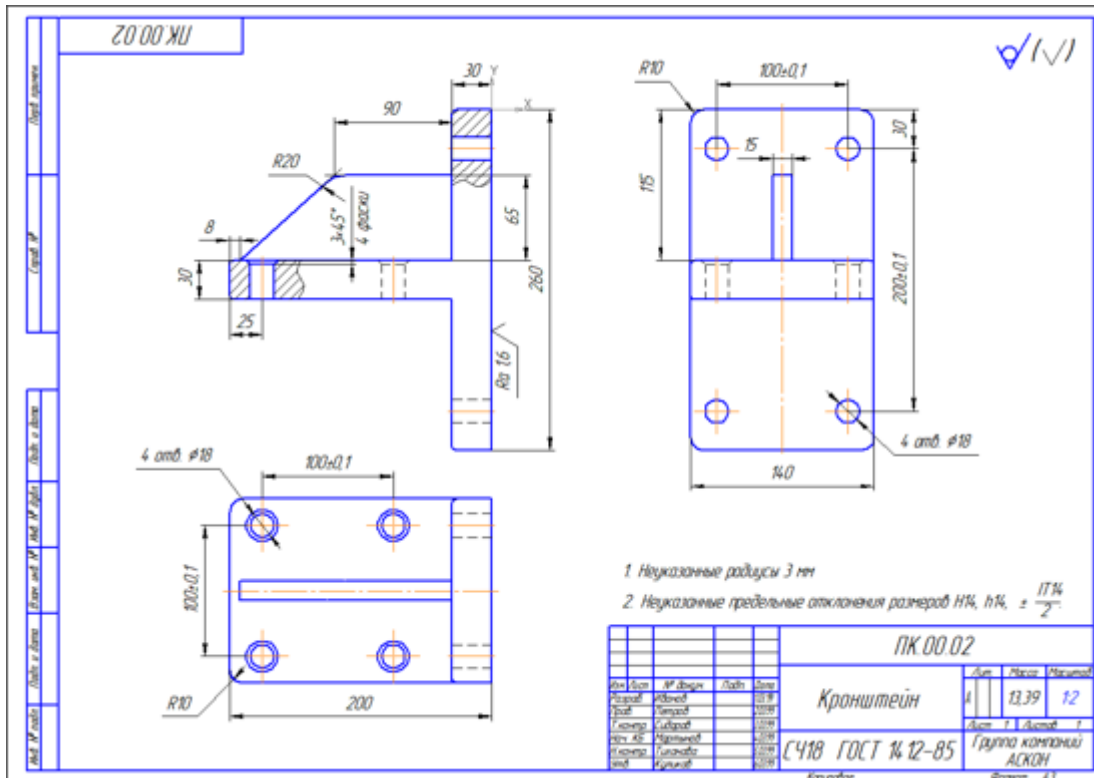

Рисунок 1
Создать чертеж ПК.00.02 - Кронштейн непосредственно из спецификации на изделие Блок направляющий. (рис.1)
- Используя рисунок 1 в качестве образца, закончите чертеж самостоятельно.